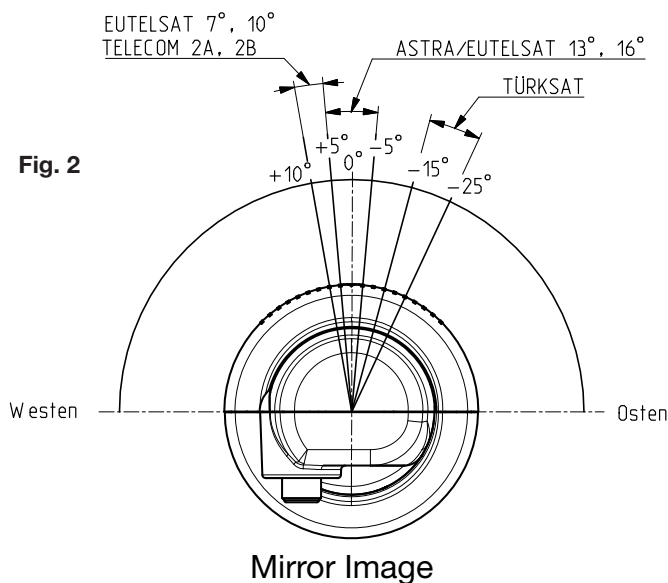

Fig. 2
2. Gradwert für die Polarisisationseinstellung aus Abb. 2 entnehmen.
2. See Fig. 2 for the polarisation setting angle.